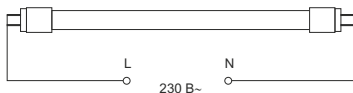

Рисунок 20
4.3 Лампа T8 линейная устанавливается в светильники вместо стандартных люминесцентных ламп, и подключается напрямую к сети 230 В~, при этом пускорегулирующий аппарат ЭПРА или ЭмПРА из светильника удаляется (рисунок 20).